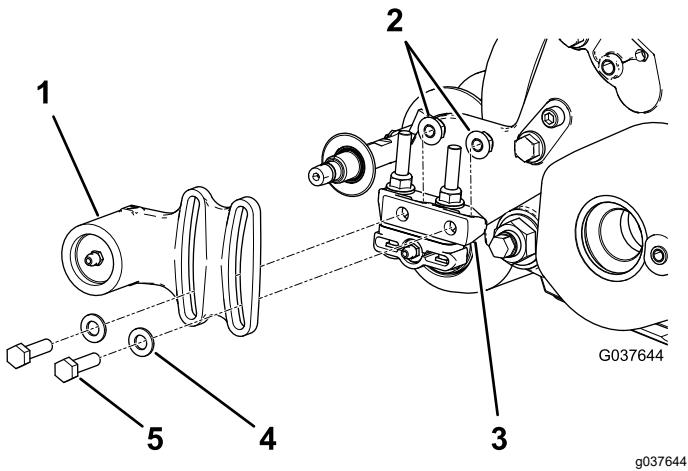
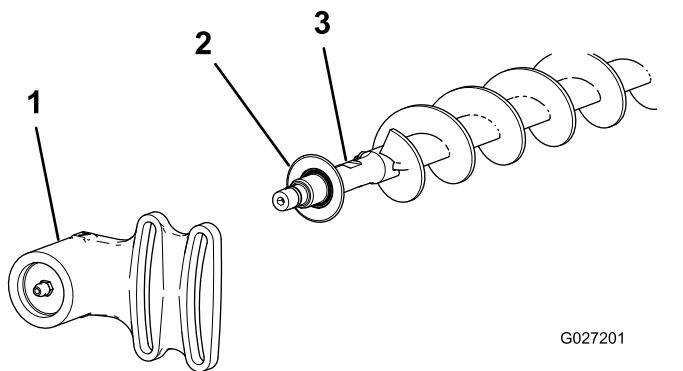

Bild 20
Bild 21
1. Wenn eine Rollenbürste am Mähwerk montiert ist, entfernen Sie die zwei Schrauben, Scheiben und Muttern, mit denen das nicht angetriebene Lagergehäuse an der Befestigungshalterung des Lagergehäuses befestigt ist (Bild 20 und Bild 21).
2. Schieben Sie das nicht angetriebene Lagergehäuse und die Abschlussdichtung von der Bürstenwelle (Bild 21).
9. Setzen Sie die Ausschlussdichtung und das nicht angetriebene Lagergehäuse auf die Bürstenwelle (Bild 21).